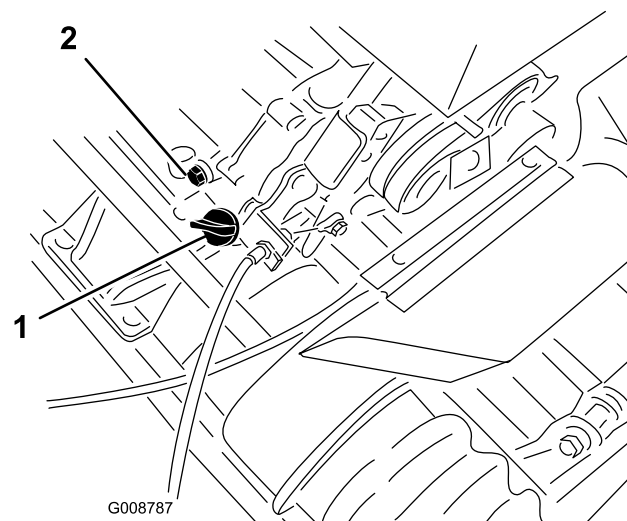

Figura 23
1. Posizionate il tosaerba in modo che il motore sia a livello, e pulite attorno al misuratore del livello dell'olio (Figura 23).
2. Collocate una bacinella sotto il tappo di spurgo, dietro la macchina (Figura 23).